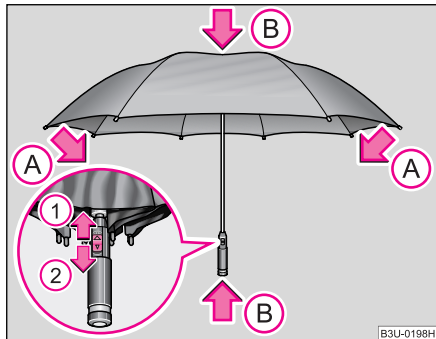

Fig. 95 Închideți umbrela
- Apăsați butonul în sensul indicat de săgeată ① ♥ fig. 95.